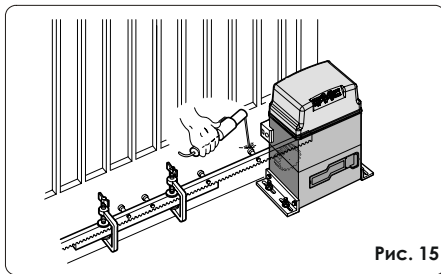

Рис. 15
5. Присоедините еще один реечный элемент вплотную к предыдущему, используя часть рейки (как показано на рис.15) выровняйте зубья этих двух элементов.